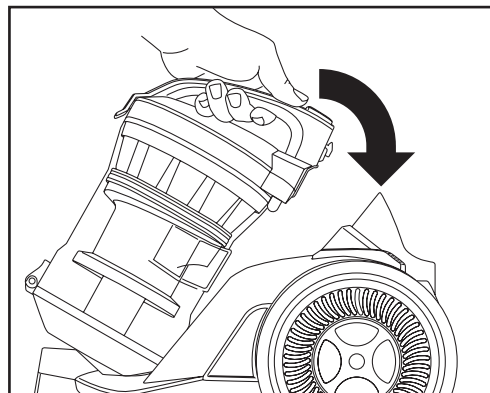

Fig. 6
- Acoplar el depósito de polvo al aparato. (Fig 6).